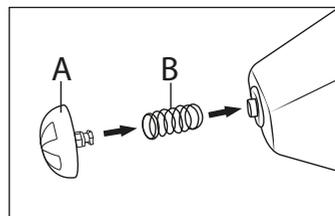
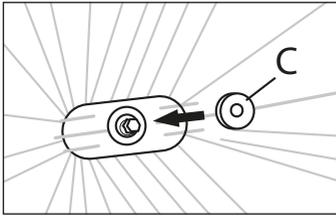

Abb. 2
Abb. 3
- 4) Zum Reinigen des Filterhalters **11** nehmen Sie den Wasserauslauf mit Tropfstopp auseinander, indem Sie am Tropfstopp **A** ziehen. Passen Sie auf, dass die einzelnen Teile nicht herunterfallen: die Feder **B** kann wegspringen und die dehnbare Scheibe **C** kann verloren gehen. Reinigen Sie die Teile in Spülwasser und bauen alles wieder zusammen. Hierzu drücken Sie den Tropfstopp **A** samt Feder **B** in die Öffnung des Wasserauslaufs (siehe Abb. 2). Ziehen Sie dann die dehnbare Scheibe **C** innerhalb des Filterhalters **11** über das sternförmige Ende der Tropfstoppachse, um die Teile abschließend zu fixieren (siehe Abb. 3).